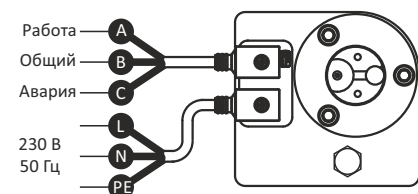

Рис.3. Электрические соединения
- Электрические соединения выполняются коннекторами DIN43650. Схема электрических соединений представлена на рис.3.